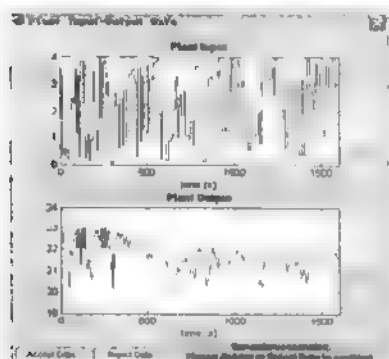
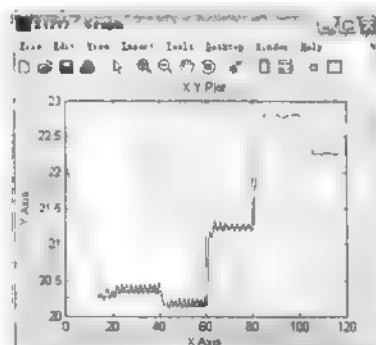

图 19.38 生成训练数据
图 19.39 仿真结果
- (1) 单击 **Generate Training Data** 按钮，产生辨识神经网络训练数据，如图 19.38 所示。
- (2) 单击 **Accept Data** 按钮，回到【神经网络辨识】参数对话框。
- (3) 单击 **Train Networks** 按钮进行神经网络训练，训练完成后，会弹出训练结果。
- (4) 在【神经网络辨识】对话框中单击 **OK** 按钮，回到【神经网络预测控制器】设置对话框。
- (5) 在【神经网络预测控制器】参数设置对话框中，单击 **OK** 按钮，完成神经网络控制器设置，回到 Simulink 模型窗口。
- (6) 运行 Simulink 模型，仿真结果如图 19.39 所示。